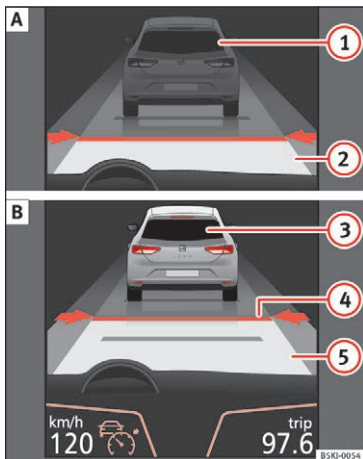
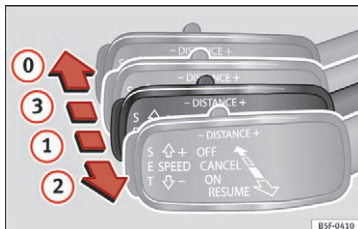
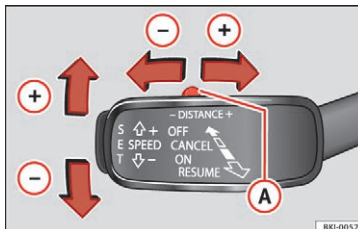

Fig. 194 I kombiinstrumentets display: (A) ACC inaktiv (standby). (B) ACC aktiv
Fig. 196 På venstre side af ratstammen: tredje betjeningsarm til betjening af automatisk afstandsregulering
Fig. 197 På venstre side af ratstammen: tredje betjeningsarm til betjening af automatisk afstandsregulering
Displayvisninger »» **Fig. 194:**
vises den programmerede hastighed og den automatiske afstandsreguleringens status **»» Fig. 194.**
Under kørslen kan du indstille bilens aktuelle hastighed som kørehastighed, hvis du ønsker det, og aktivere ACC. Tryk på knappen **SET** **»» Fig. 197.** Hvis du ønsker at øge eller reducere hastigheden i trin a 1 km/h (0,6 mph), skal du flytte betjeningsarmen til position **2** **»» Fig. 196** eller trykke på knappen **SET**.
du ønsker det. Enhver ændring af den gemte hastighed bliver vist nederst til venstre i kombiinstrumentets display **»» Fig. 194.**
For at øge eller reducere afstands niveauet skal du trykke vippekontakten mod højre/venstre **»» Fig. 197** **A**.
- Tryk på knappen **SET**, eller placer den tredje betjeningsarm i position **2** **»» Fig. 196** for at aktivere ACC. I det øjeblik skifter ACC-visningen i kombiinstrumentets display fra den *inaktive* (standby) indstilling til den *aktive* **»» Fig. 194** indstilling.
For at deaktivere ACC skal du flytte betjeningsarmen til position ① » Fig. 196 (den skal gå i hak). I det øjeblik vises teksten **ACC deaktiveret**, og funktionen er fuldstændig deaktiveret.
Hvis du ikke ønsker at stoppe ACC, men kun midlertidigt vil skifte til den inaktive indstilling (standby), skal du placere den tredje betjeningsarm i position ③ » Fig. 196 eller træde på bremsepedalen.